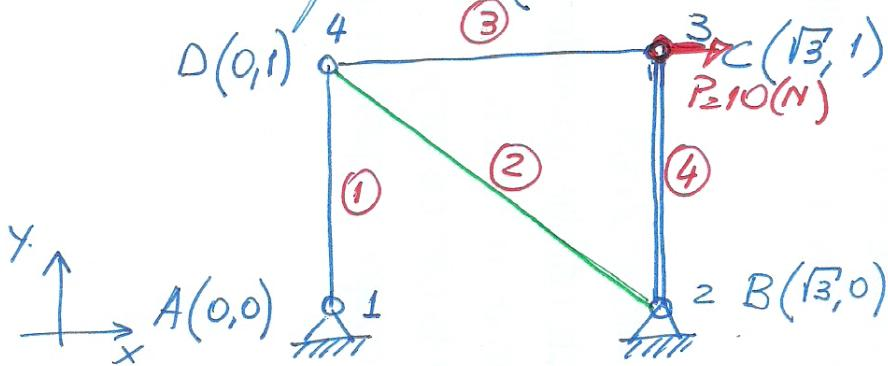

Figura 2: Estructura de barras.
En la estructura de la figura 2, los nodos A y B están fijos ($\alpha=0$). Una fuerza igual a $10[N]$ actúa en la dirección x positiva en el modo C. Los coordenados de las uniones están dados en metros. El modelo de Goem (elástico) y la sección transversal de los barros (A) son constantes.